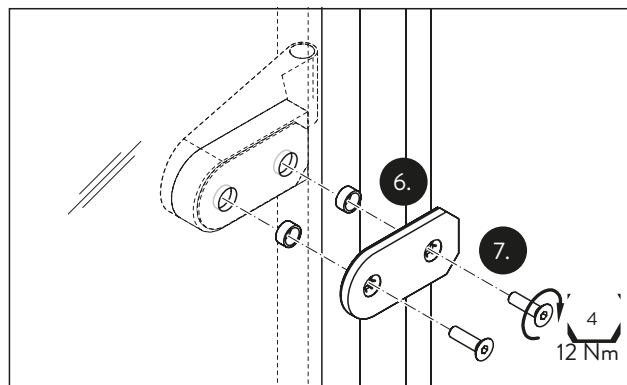

Abb. 10 Gegenplatte montieren
6. Die Glasschutzringe auf der Bandgegenseite in den Glastürflügel einstecken (Abb. 10).
7. Die Gegenplatten auf der Bandgegenseite mit den Senkschrauben an dem Glastürflügel montieren. Das Anzugsmoment 12 Nm beachten (Abb. 10).